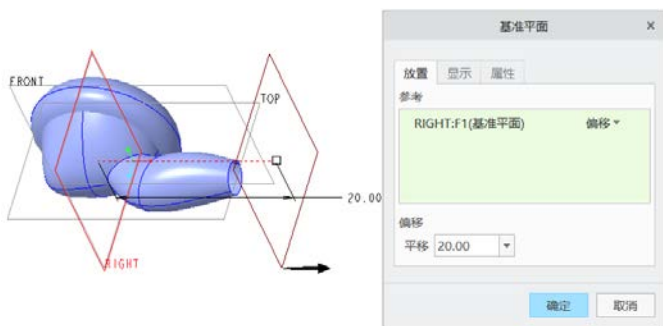

图 13-134 创建基准平面 DTM2
① 单击“草绘”按钮 ，弹出“草绘”对话框。
② 单击“平面”按钮 ，弹出“基准平面”对话框。选择 RIGHT 基准平面作为偏移参照，接着输入指定方向的平移距离为“20”，如图 13-134 所示，然后单击“确定”按钮，从而创建 DTM2 基准平面。